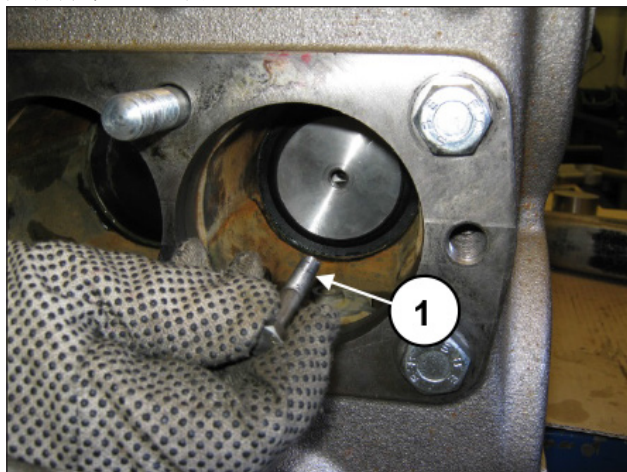

图 126
拧松固定活塞组件的M8螺丝并将之连同密封圈固定衬套一起取出(①, 图 126)。